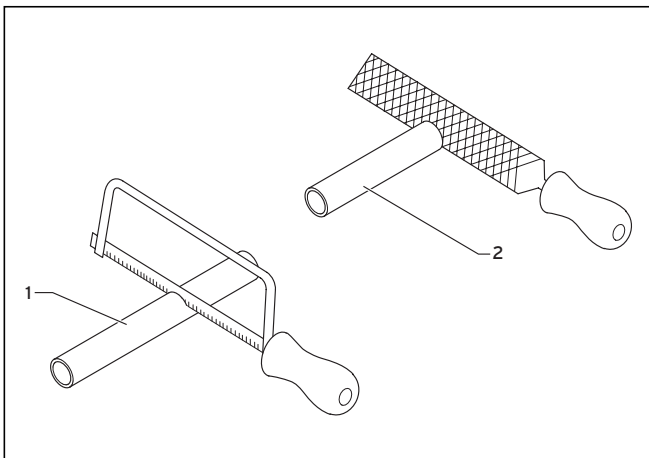

Abb. 8.5 Anschlusstechnik mit Klemmrings
- Kürzen Sie das Rohr nach Bedarf (Abb. 8.5, Pos. 1).